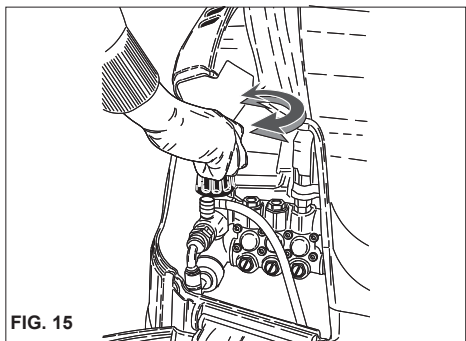

FIG. 15
Dette kapitel behandler kun de modeller som er udstyret med "trykregulerende" anordning. Trykregulatoren, fig. 15, giver brugeren mulighed for at indstille arbejdstrykket. Når knap C drejes mod uret (B) (minimum), nedsættes driftstryk.
- 2) Start rengøringsmaskinen, og sugefunktionen til sæbe på spulerøret og fugt overfladen, som skal renses, nedefra og opåder (fig. 15). Lad det virke i nogle minutter.